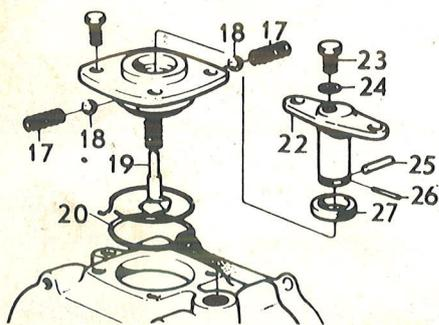

Figure 61. Mécanisme de commande.
1. Extraire la goupille de serrage (26, figure 61) et extraire la goupille (25). Enlever le fil d'arrêt, les ressorts (17) et les billes (18) (sur l'inverseur d'ancien modèle, il existe seulement un ressort et une bille). Extraire le piston excentrique (22). Démontez la bague d'étanchéité (27).
Mécanisme de commande (figure 61)
1. Bien fixer le mécanisme de commande dans le carter de réducteur, de telle manière que la vis (23, figure 61) dans le piston excentrique soit décalée vers le côté tribord.
2. Dévisser la vis (23) et enlever toutes les cales (24). Resserrer la vis et placer le mécanisme en position de point mort. Essayer de tourner l'arbre (36).